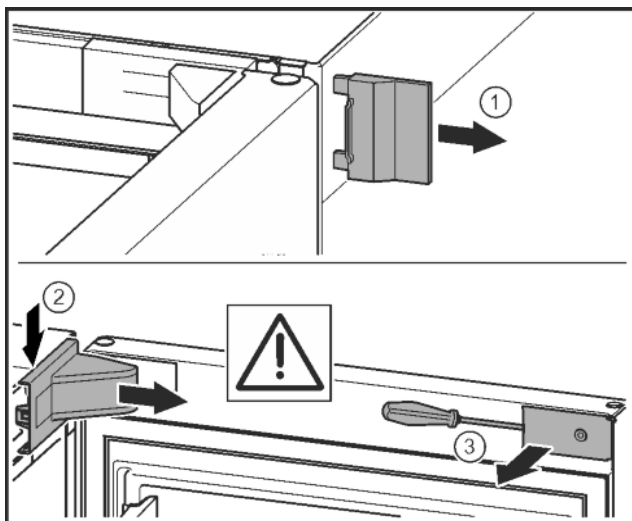

Fig. 8
- Sejměte vnější kryt. Fig. 8 (1)
- Odjističte a uvolněte kryt stojanu ložiska. Sejměte kryt stojanu ložiska. Fig. 8 (2)
- Plochým šroubovákem odjističte lištu a otočte ke straně. Fig. 8 (3)